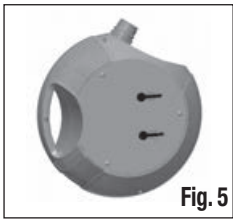

Fig. 5
1. Inserire il Tubo telescopico (9) nell'apposito alloggiamento posto sul Corpo rubinetti (8).
2. Inserire il Corpo effetto (11 o 12) sull'estremità del Tubo telescopico (9).
3. Inserire il Corpo rubinetti (8) completo di Tubo telescopico (9) e Corpo effetti (11 o 12) sulla mandata della pompa avendo l'accortezza di far scattare in sede l'apposito sistema di fissaggio rapido Click-fit.
4. Collocare ora la Pompa all'interno del laghetto facendo in modo che sia completamente immersa. Se necessario utilizzare i fori preincisi sul fondo del guscio (vedi Fig. 5) per agganciarlo ad una base fissa.
5. È possibile regolare l'altezza e l'inclinazione del Corpo effetto agendo sul Tubo telescopico (9).
7. È possibile utilizzare l'Uscita supplementare del Corpo rubinetti per convogliare acqua ad una cascata, a uno sterilizzatore UVC o per altri usi. Collegare un tubo flessibile (non incluso) al Corpo rubinetti della pompa mediante l'apposito adattatore Click-fit (15). Nel caso si utilizzi il Click Fit universale PT640, si consiglia di tagliare le sezioni di attacco tubo non utilizzate con un seghetto per ottimizzare le prestazioni idrauliche della pompa.
8. Per dosare la quantità d'acqua da inviare al Corpo effetto e/o all'Uscita supplementare agire sugli appositi Rubinetti di regolazione ai lati del Corpo rubinetti (8).